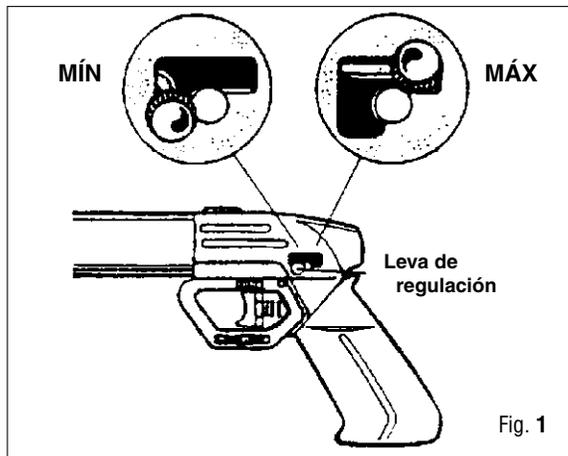

Fig. 1
ANTES DE EFECTUAR CUALQUIER OPERACIÓN DE REPARACIÓN O DE MANTENIMIENTO QUE REQUIERA EL DESMONTAJE, DEBE DESCARGAR EL FUSIL CON EL REGULADOR DE POTENCIA EN LA POSICIÓN DE MÁXIMA POTENCIA (Fig.1) NO DESCARGAR EL FUSIL CON EL REGULADOR DE POTENCIA EN DICHA POSICIÓN PUEDE PROVOCAR LA EXPULSIÓN DE PIEZAS DEL FUSIL A ALTAS VELOCIDADES Y ESTO A SU VEZ PUEDE PROVOCAR GRAVES HERIDAS E INCLUSO LA MUERTE.
3. Coloque el cursor (38) en la posición de máxima potencia (Fig. 1).